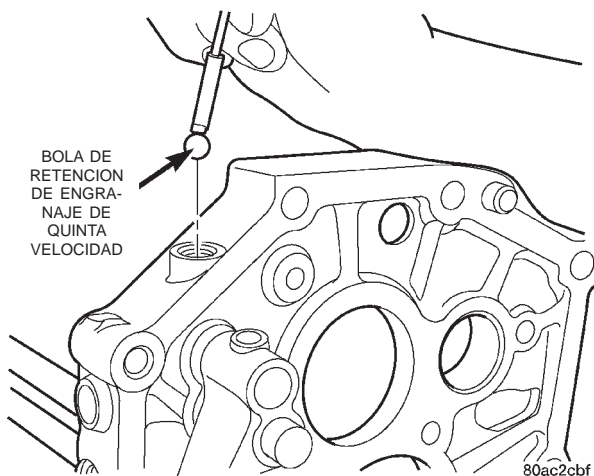

Fig. 83 Instalación de bola de retención de engranaje de quinta velocidad
(12) Instale la bola de interbloqueo y la bola de retención del engranaje de quinta velocidad (Fig. 83).